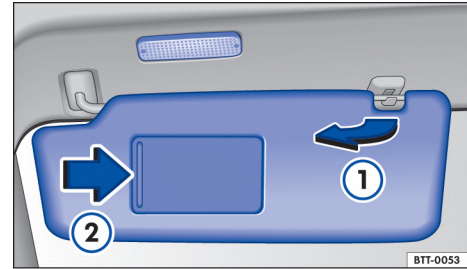

Fig. 72 Parasol.
- Desencajar del soporte y girar en la dirección de las puertas → fig. 72 ①.
En la parte posterior del parasol se encuentra un espejo de cortesía provisto de una tapa. Al abrir la cubierta → fig. 72 ② se enciende una luz.